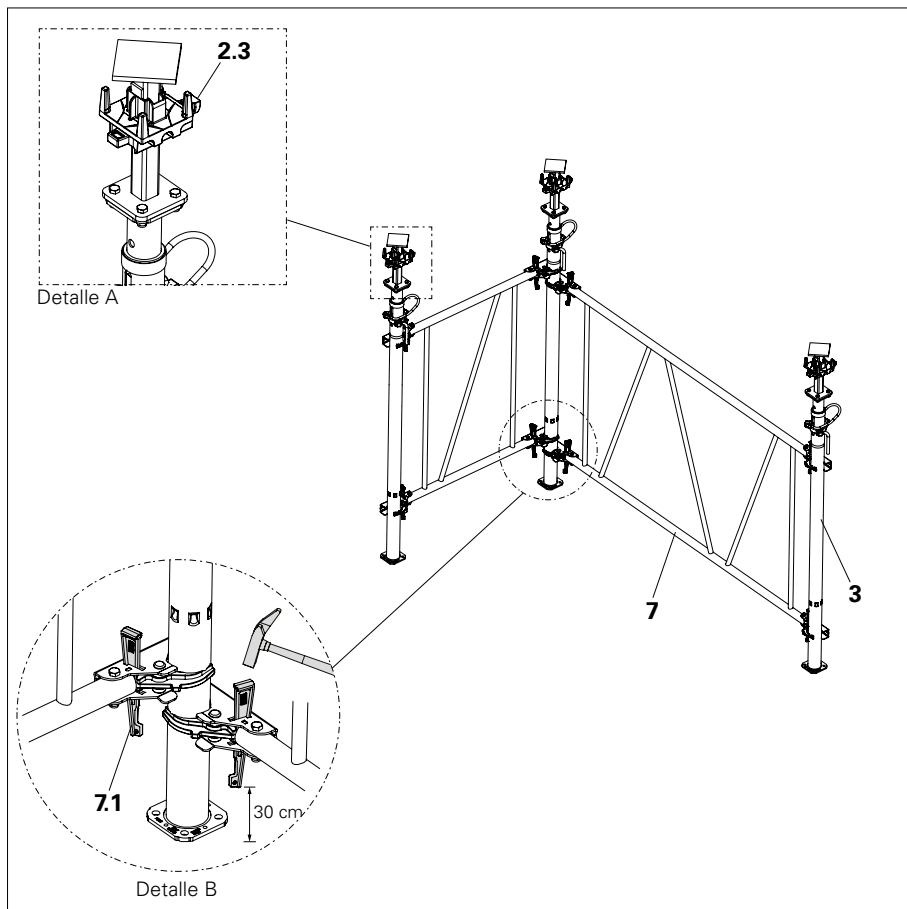

Fig. A5.01
1. Extienda los puntales (3) a la altura de trabajo necesaria. Consulte la preparación de puntales para losas en la página 12.
2. Monte tres puntales en la esquina inicial (con forma de L). (Fig. A5.01)